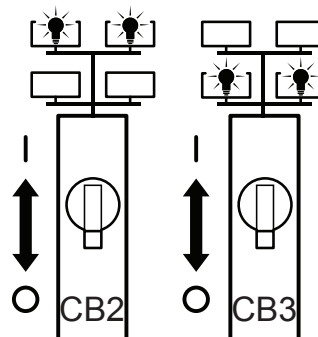

Figura 21. Disyuntores de las luces (CB2/CB3)
2. Ponga el disyuntor, CB2 (Figura 21) en el tablero de control en la posición de **ENCENDIDO**. Así se encenderán las 2 luces **superiores**.
3. Después, ponga el disyuntor, CB3 (Figura 21) en el tablero de control en la posición de **ENCENDIDO**. Así se encenderán las 2 luces **inferiores**.